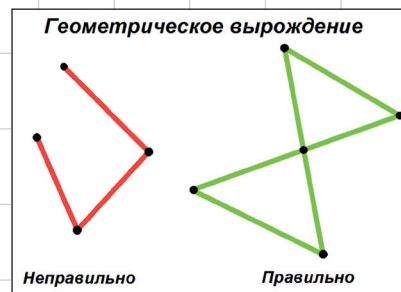

Рис. 5. Геометрическое вырождение ячеек сетки
- **геометрическое вырождение** возникает, когда все стороны коллинеарны, а вершины различны (рис. 5). Такие треугольники содержат неявную топологическую